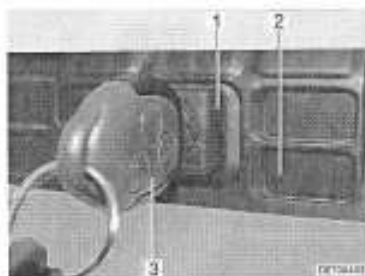

Fig. 24 Déverrouillage du capot moteur Fortero, Van
- Insérer la clé de contact (Fig. 24,3) dans le barillet (Fig. 24,1) au niveau de la grille de radiateur (Fig. 24,2).
- Ramener la clé de contact sur la position intermédiaire (Fig. 24) et la retirer.